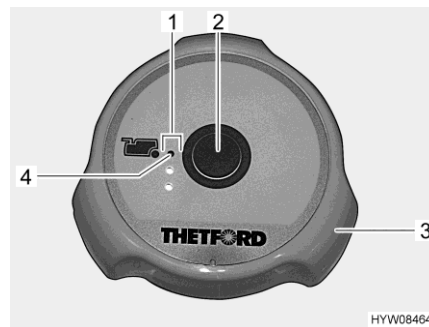

Fig. 134 Bouton pour la chasse d'eau/voyants de contrôle (toilettes Thetford)
*Tirer la chasse d'eau :* ■ Avant d'actionner la chasse d'eau, ouvrir le curseur des toilettes Thetford. Tourner la poignée tournante (Fig. 134,3) dans le sens inverse des aiguilles d'une montre.
■ Pour actionner la chasse d'eau, appuyer sur le bouton bleu (Fig. 134,2).
■ Après avoir actionné la chasse d'eau, fermer le curseur. Tourner la poignée tournante (Fig. 134,3) dans le sens des aiguilles d'une montre.
Les voyants de contrôle (Fig. 134,1) indiquent le niveau de remplissage du réservoir pour matières fécales. Le voyant de contrôle rouge (Fig. 134,4) s'allume lorsque le réservoir pour matières fécales doit être vidé.